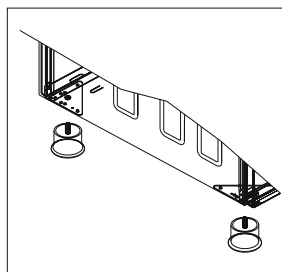
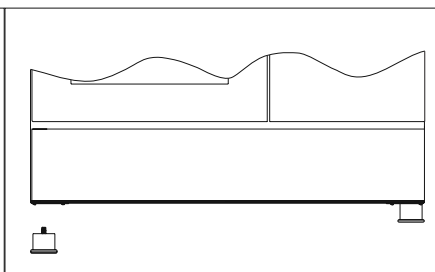

Figura 10
Figura 11
1. Como se muestra en la (Figura 10), hay una barra para montar los pies en la parte inferior del horno. Las tuercas sobre estas barras se montan para atornillar los pies. (Figura 11)